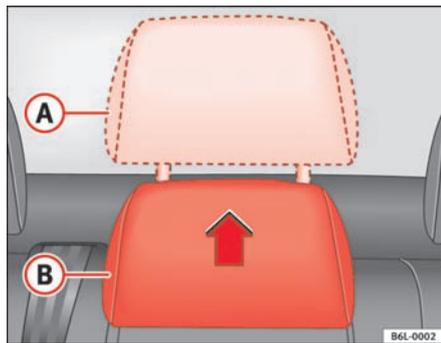

Fig. 5 Ajuste del apoyacabezas posterior central
- Posición elevada o de uso **A** ⇒ fig. 5. En esta posición el apoyacabezas se comporta como un apoyacabezas convencional, protegiendo junto con el cinturón de seguridad al ocupante de la plaza central posterior.
- Posición de reposo **B** ⇒ fig. 5. Esta posición facilita la visibilidad posterior al conductor.